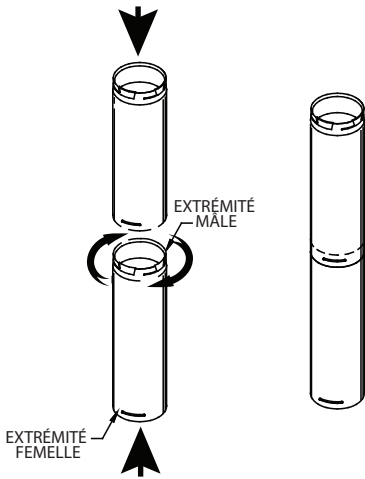
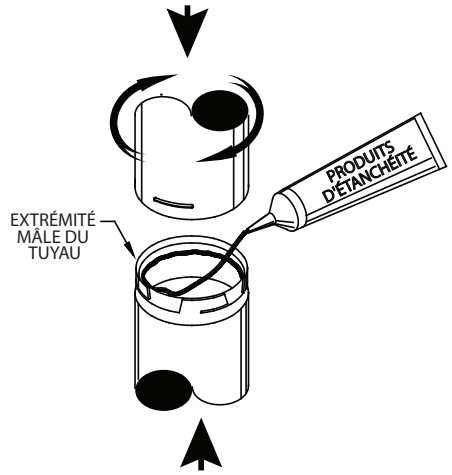

Figure 4
Figure 5
D. Raccorder les sections de tuyau. Fixer chaque section de tuyau Secure Pellet en poussant l'extrémité mâle dans l'extrémité femelle et en imprimant une torsion jusqu'à ce que le tuyau soit en position verrouillée (**Figure 4**). Les sections de tuyau n'ont besoin d'aucun produit d'étanchéité; cependant, dans certains cas, un agent d'étanchéité à base de silicone peut être utilisé. Sceller les endroits où les revêtements intérieurs se chevauchent pour de meilleurs résultats (**Figure 5**). Les vis ne sont pas nécessaires, mais des vis de 6,4 mm (1/4 po) peuvent être utilisées; cependant, veiller à ne pas perforer le revêtement intérieur.